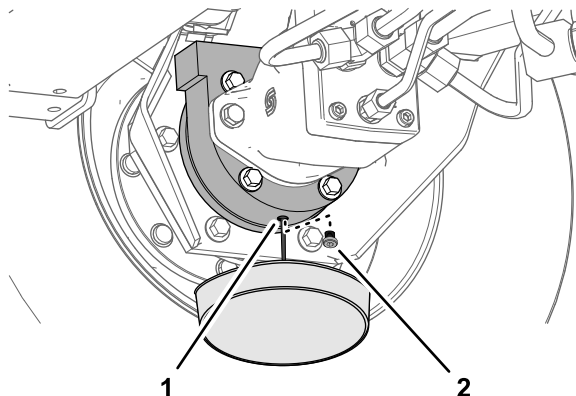

Figura 75
- Amplasați o tavă de golire sub carcasa frânei, îndepărtați buoul de golire și lăsați uleiul să se scurgă complet (Figura 75).